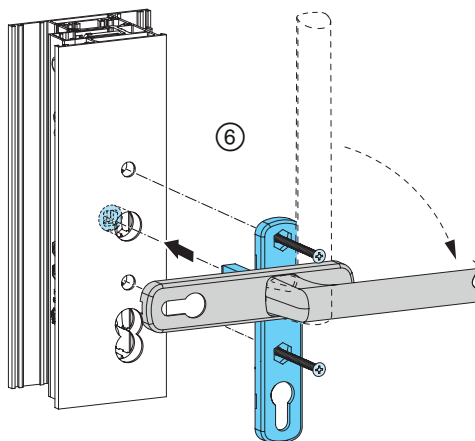

Abb. 33
- ⑥ Griff mit Griffrosette 90° verdrehen, Griffereinheit mit Getriebe koppeln und mittels Senkkopfschrauben M6 x ... durch Getriebe mit Muschelgriff verschrauben; **Abb. 33.**